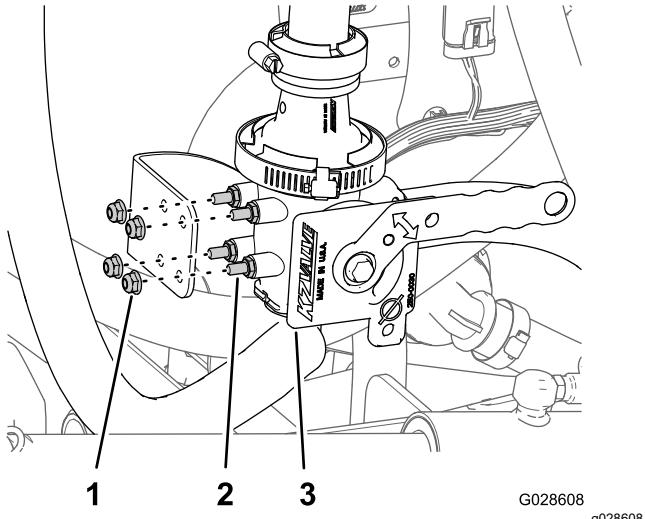

图 22
6. 将清洁加药器阀的螺栓与清洁加药器阀支架上的孔对齐并使用 4 个凸缘锁紧螺母  $\frac{1}{4}$  英寸将阀固定到支架上 图 22。